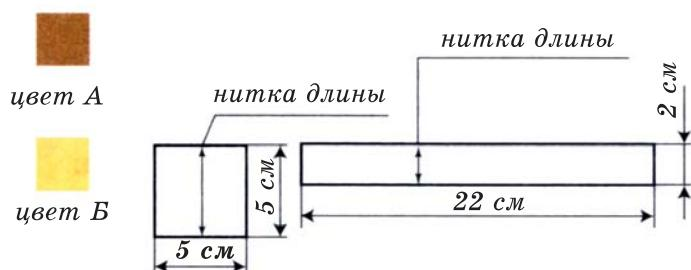

Рис. 3. Эскиз шаблона
2. Изготовление шаблонов (рис. 3)
Дайте припуски на швы 10 мм. Особое внимание при раскрое обратите на направление долевой нити, оно указано на шаблонах (рис. 3).